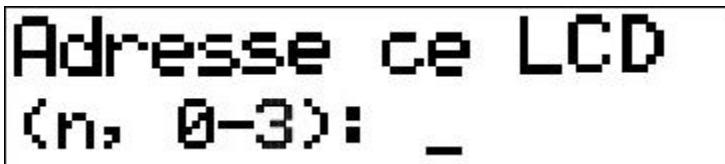

Fig. 14. Programmation de l'adresse du clavier (n = adresse actuelle).
3. L'information sur l'adresse actuelle et sur les adresses possibles s'affiche à l'écran de tous les claviers filaires (fig. 14).
5. Des informations sur l'adresse actuelle et la plage d'adresses autorisées s'affichent sur le clavier (fig. 14).